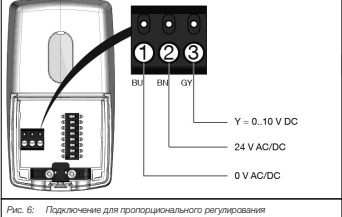

Рис. 6: Подключение для пропорционального регулирования
- Подайте напряжение в соответствии с необходимым типом управления см. схемы подключения на рис. 6 - 8